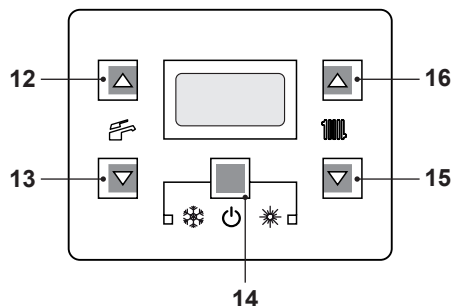
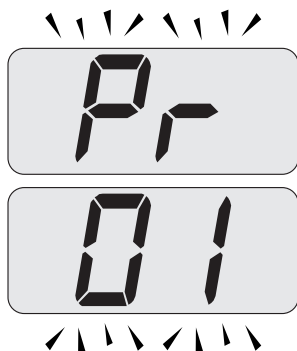

Figura 9.16
Figura 9.17
- Entrare in "modalità programmazione" premendo contemporaneamente per 10 secondi i tasti 14 - 15 - 16 (Figura 9.16) fino a far apparire sul display LCD le lettere **Pr** che si alternano con il codice **01**, indicanti l'entrata nel "parametro 01" (Figura 9.17).
- Premere contemporaneamente i tasti 15 e 16 (Figura 9.16) fino a far apparire sul display LCD le lettere **LP** che si alternano con il valore di temperatura dell'acqua di riscaldamento (es.45), indicati nell'attivazione della "funzione spazzacamino" alla potenza minima in sanitario (Figura 9.18).
- Premendo il tasto 16 (Figura 9.16) è possibile variare la potenza in modalità spazzacamino: con visualizzazione sul display LCD delle lettere **hP** che si alternano con il valore di temperatura dell'acqua di riscaldamento (es.32), siamo in "funzione spazzacamino" alla potenza minima in riscaldamento (Figura 9.19).
- Ripremendo contemporaneamente per 10 secondi i tasti 14 - 15 - 16 (Figura 9.16) si esce dalla "modalità spazzacamino" e si ritorna allo stato di caldaia precedentemente impostato (Figura 9.22).